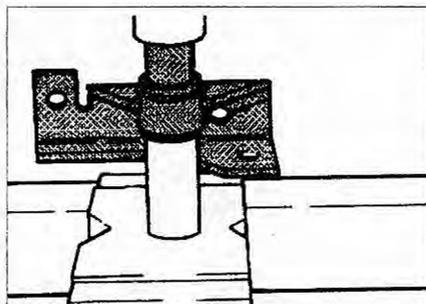

Рис. 5.13. Выпрессуйте втулку из фиксатора с помощью пробойника.
2. Выпрессуйте втулку из фиксатора с помощью пробойника (рис. 5.13).